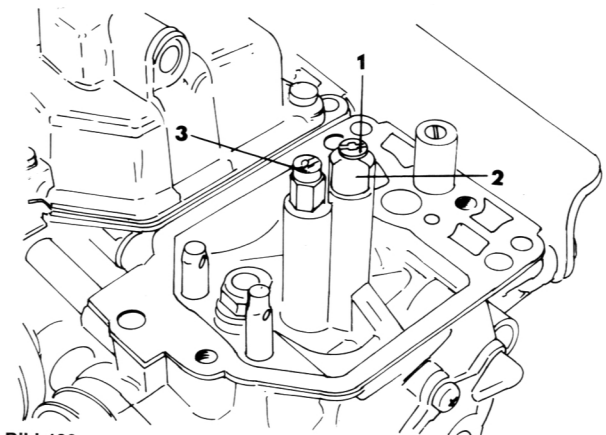

Bild 129
- Unter Bezug auf Bild 129: die Sekundärhauptdüse (3), die Primärhauptdüse (1) und den Leerlaufdüsenstöpsel (2) entfernen. Die Leerlaufdüse kann nicht entfernt werden, da sie fest eingepasst ist.